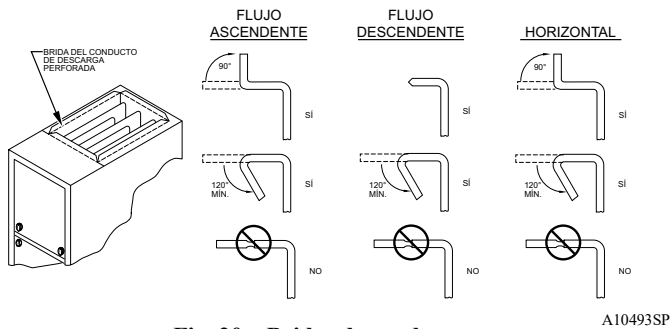

Fig. 20 – Bridas de conductos
Conecte el conducto de aire de suministro a las bridas en la salida del suministro de aire del calefactor. Doble la brida hacia arriba 90° con unas tenazas para tubos anchas. Consulte la Fig. 20. El conducto de suministro de aire debe conectarse SOLO a las bridas del conducto de aire de salida-suministro del calefactor o a la carcasa del serpentín de acondicionamiento de aire (si lo lleva). NO corte el lado de la carcasa principal del calefactor para conectar el conducto de aire de suministro, el humidificador o cualquier otro accesorio. Todos los accesorios del lado de suministro DEBEN conectarse a conductos externos a la carcasa principal del calefactor.
**NOTA:** Se recomienda quitar por completo las bridas de los conductos perforados de suministro de aire cuando se instale el calefactor sobre un serpentín con carcasa o caja de serpentín suministrados de fábrica. Para quitar la brida del conducto de suministro de aire, utilice pinzas anchas para tubo o una engastadora manual para doblar la brida hacia delante y hacia atrás hasta que se rompa. Tenga cuidado con los bordes cortantes. Consulte la Fig. 20.
Acople el conducto de suministro de aire a la salida de suministro de aire del calefactor. Doble la brida hacia adentro más de 90°, con unas pinzas para conductos anchos. Consulte la Fig. 20. El conducto de aire de suministro debe conectarse SOLO a la salida de suministro o a la carcasa del serpentín de acondicionamiento de aire del calefactor (si lo lleva). Cuando se instale en material combustible, el conducto de suministro de aire debe acoplarse SOLO a una subbase adicional o a una carcasa de serpentín del aire acondicionado aprobados por el fabricante. NO corte la carcasa principal del calefactor para conectar el conducto lateral de suministro de aire, el humidificador o cualquier otro accesorio. Todos los accesorios del lado de suministro DEBEN conectarse mediante tuberías externas a la carcasa del calefactor.
Conecte el conducto de aire de suministro a las bridas en la salida del suministro de aire del calefactor. Doble la brida hacia arriba 90° con unas tenazas para tubos anchas. Consulte la Fig. 20. El conducto de suministro de aire debe conectarse SOLO a las bridas del conducto de